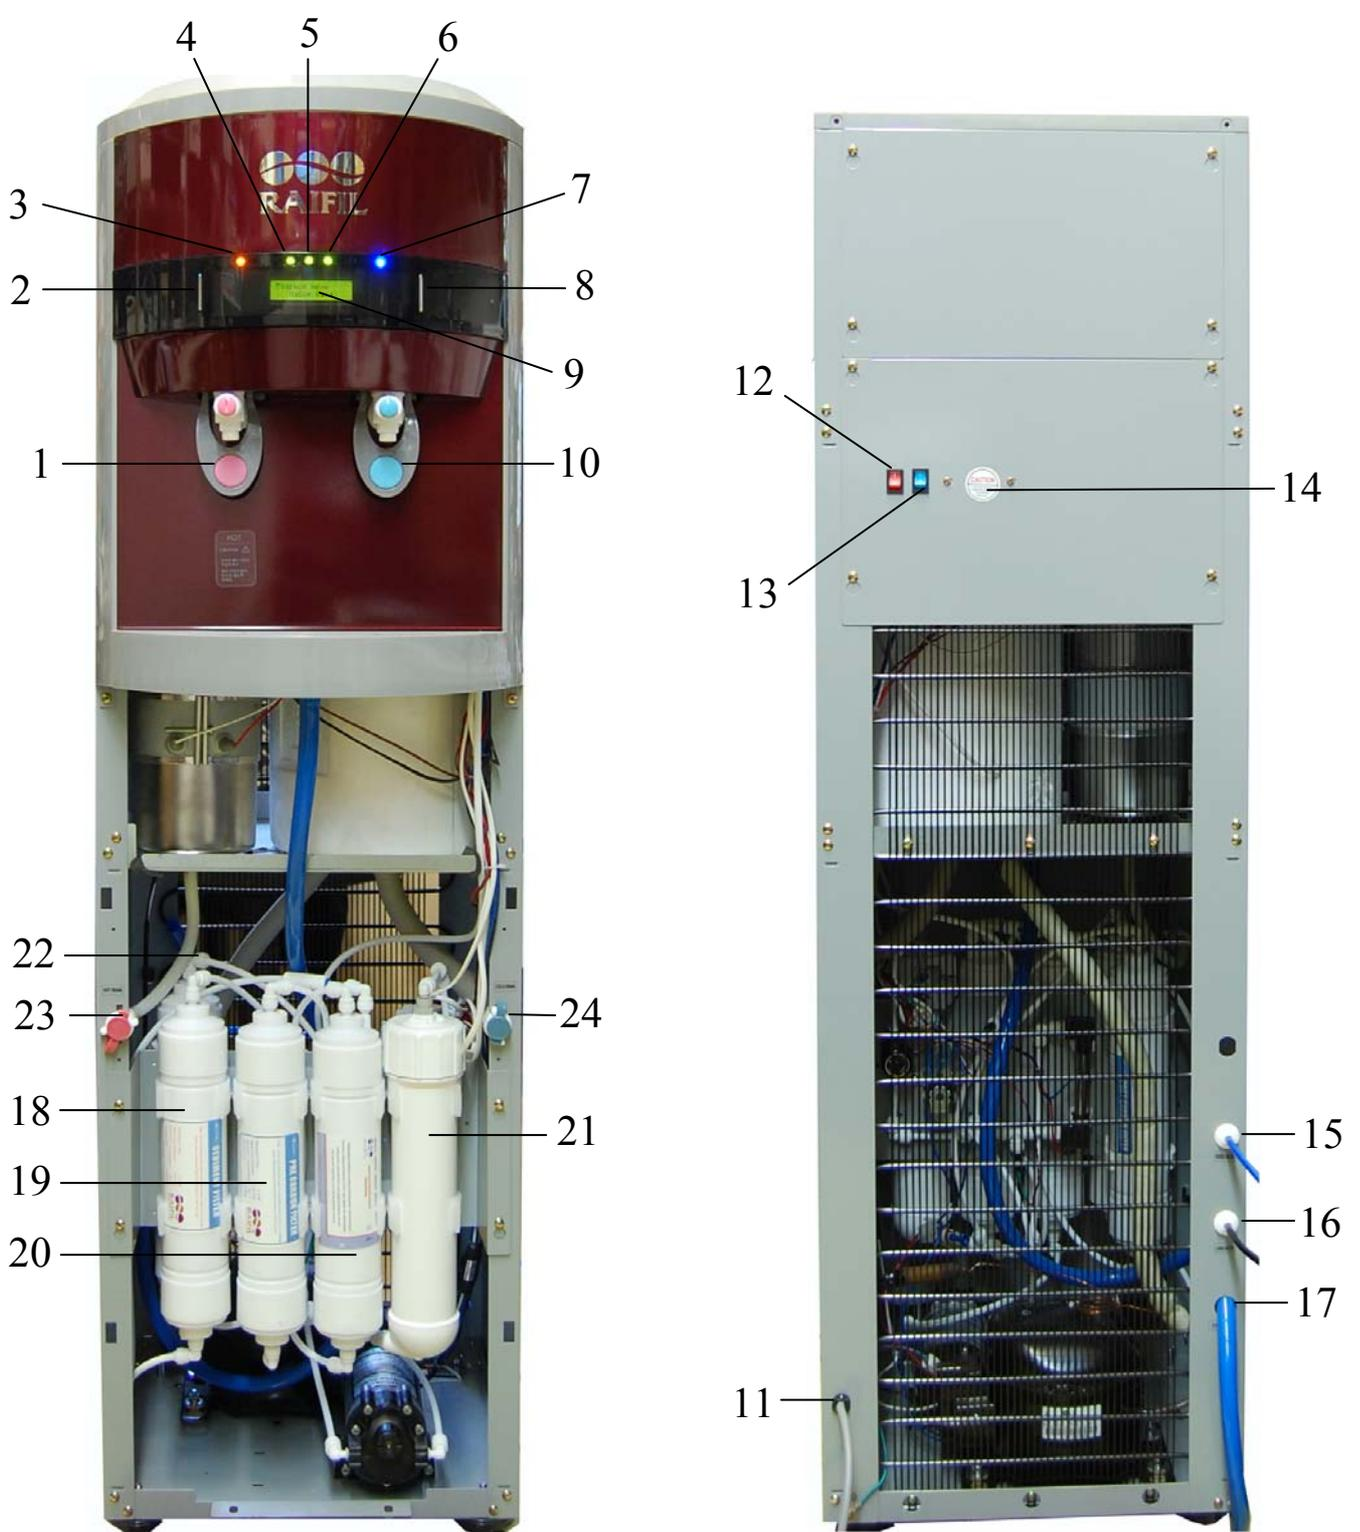

Рис. 2. Внешний вид основных узлов установки "Изумруд-СИ" (мод. 01dos):
Блок обратноосмотической системы представляет собой 4-х ступенчатую фильтрационную установку (далее см. рис.2), принцип работы которой основан на технологии обратного осмоса. Исходная водопроводная вода сначала проходит через 2 фильтра предварительной очистки. На первой ступени фильтр первичной очистки (поз.18) задерживает механические примеси. Фильтр второй ступени (поз.19) с активированным углем устраняет запах и удаляет из воды остаточный хлор. После прохождения двух ступеней отфильтрованная вода поступает на третью ступень - обратноосмотический фильтр (поз.20). Диаметр пор мембраны фильтра не превышает 0,0001 микрона, она пропускает практически лишь молекулы воды и растворенный кислород.
8.9. Присоединить концы трубок (отмерьте нужную вам длину) к фитингам установки, соответствующему крану и дренажной скобе (см. рис. 4 и рис.2 см. поз.15,16).